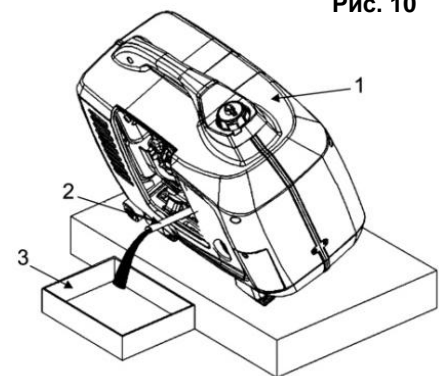

Рис. 10
- Установите генератор (1) (См. Рис.10) таким образом, чтобы сливное отверстие располагалось как можно ниже. Установите емкость для утилизации отработанного масла (3) под сливным отверстием.
- Наклоните генератор (1) (См. Рис.10) и слейте масло.